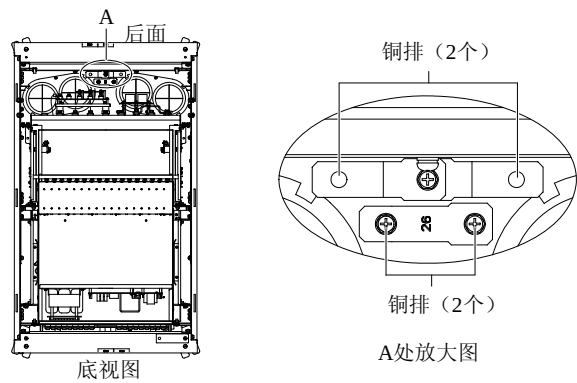
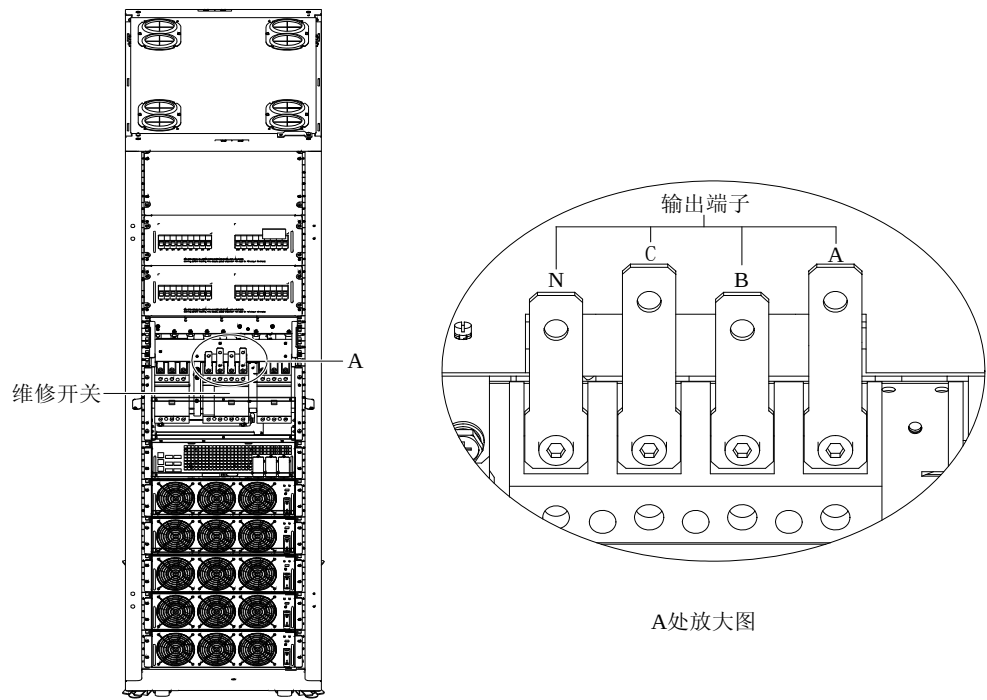

图3-3 拆除铜排（底视）
图3-4 安装铜排
- 1. 对于未选配输出配电模块的 UPS 单机，拆下位于机柜底部的 4 个铜排，见图 3-3；将这 4 个铜排分别安装到机柜前面维修开关的 4 个端子（A、B、C、N）上作为输出端子，见图 3-4。